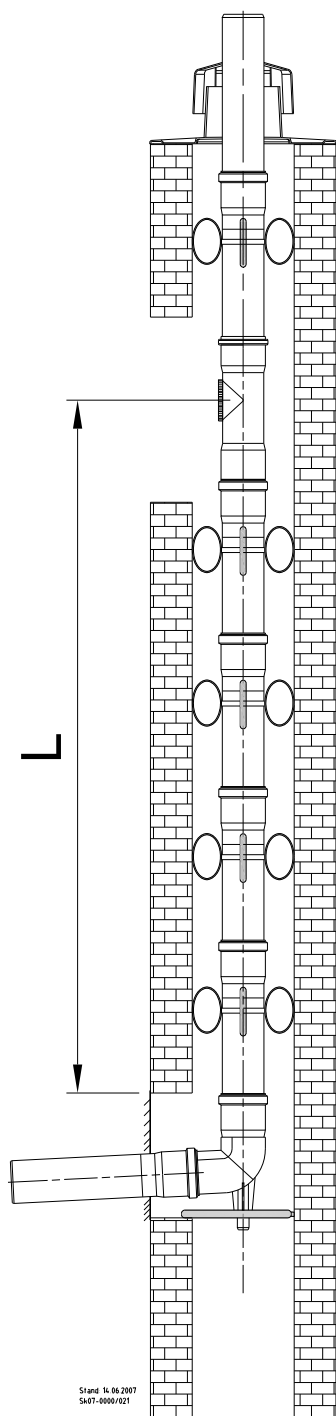

Abb. 58: Kaminsystem, starr, zur Ermittlung von Abstandsmaß L
- ➔ Ermitteln Sie das Maß L (s. Abb. 58) zwischen Stützbogen und Revisionsstück.